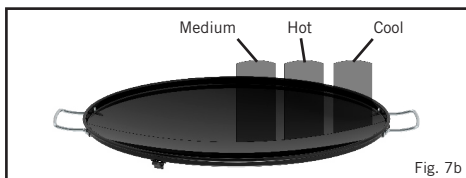

Fig. 7b
- Les températures de cuisson sont faciles à régler pour convenir à vos propres exigences, en tournant le bouton de commande (K) afin de régler le degré de chaleur. Une fonctionnalité du barbecue Skottel est qu'il propose différentes zones de chaleur (Voir Fig. 7b). Cela est très utile, car certains aliments cuisent plus vite que d'autres et les aliments qui sont prêts en premier peuvent être déplacés vers les zones moins chaudes pour les maintenir au chaud pendant que le reste des aliments poursuit sa cuisson.